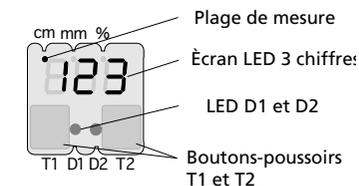

Fig. 3: TouchControl
- Tous les réglages sont réalisés avec deux boutons-poussoirs et un écran LED trois chiffres (TouchControl), voir fig. 3.
Réglez les paramètres du capteur manuellement ou utilisez la procédure d'apprentissage pour ajuster les points de détection, voir fig. 3.